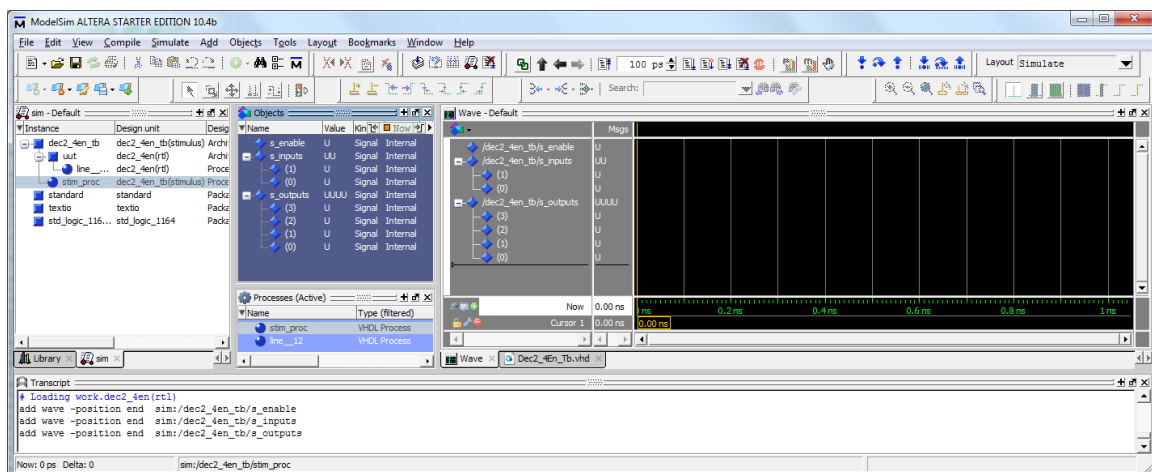

Figura 7 – Sinais “s_enable”, “s_inputs” e “s_outputs” adicionados à janela “Wave”.
10. Adicione à janela “Wave” (por *drag-and-drop* da janela “Objects”) os sinais da *testbench* ligados aos portos da entidade a simular (“s_enable”, “s_inputs” e “s_outputs”) conforme ilustrado na Figura 7.